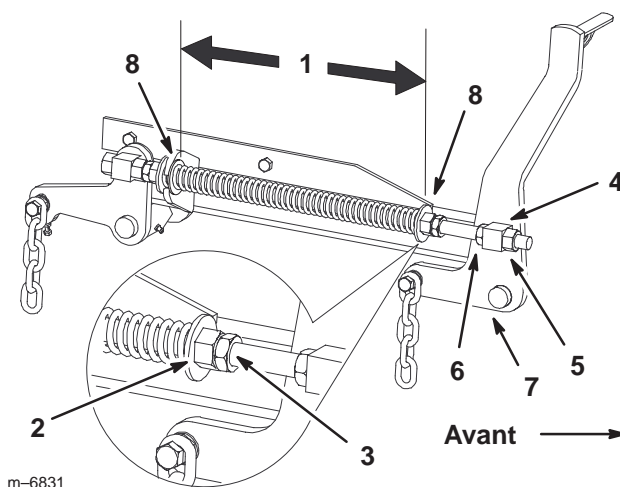

Figure 72
7. Desserrez d'environ 13 mm (1/2 pouce) les écrous de blocage à l'avant des pivots avant gauche et droit (Fig. 72).
8. Réglez les écrous de relevage sur les cotés gauche et droit de la machine de manière à **abaisser l'avant de 6 à 10 mm (1/4 à 3/8 pouce) au point A par rapport au point B à l'arrière** (Fig. 72).
2. Vérifiez que les deux grandes rondelles sont espacées de 26,7 cm (10-1/2 pouces) (Fig. 72).
3. Réglez cette distance en desserrant l'écrou de blocage du ressort et en tournant l'écrou devant chaque ressort (Fig. 72). Tournez l'écrou dans le sens horaire pour raccourcir le ressort et dans le sens inverse pour l'allonger.
4. Bloquez l'écrou en position en serrant l'écrou de blocage du ressort (Fig. 72).